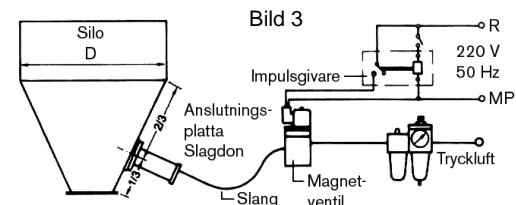

Bild 3
PK med tillbehör monteras enligt bild 3 med **magnetventil (MV)**, **luftregulator** och **smörjare (We)** samt **taktgivare (TG 60/300)**.